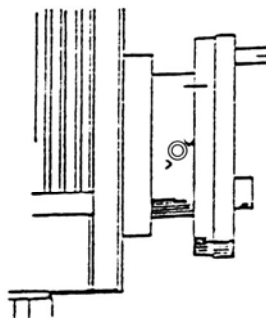

fig 2
Para un bloqueo correcto, cada leva debe ser apretada con su línea indicadora entre las dos marcas en "V" sobre la nariz (fig.2). No cambie platos o cualquier otro accesorio del cabezal sin verificar que cada leva se encuentra correctamente bloqueada. Para ajustar los tornillos de bloqueo de las levas, retiren los tornillos de bloqueo B y gire el A una vuelta completa hacia dentro/fuera según sea necesario. Reajuste y apriete el tornillo B, en cada enclavamiento. Un anillo de datos (C) está marcado en cada enclavamiento como guía o ajuste inicial.